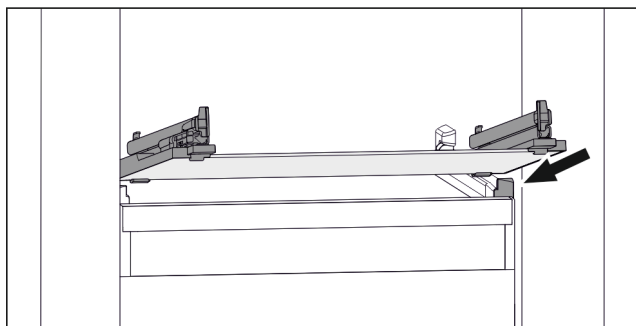

Fig. 107 Vejledende visning af glaspladen
- ▶ Sæt glaspladen skråt bag stoppene. (se Fig. 107)